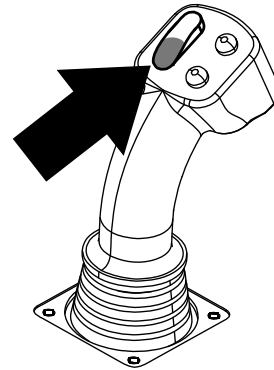
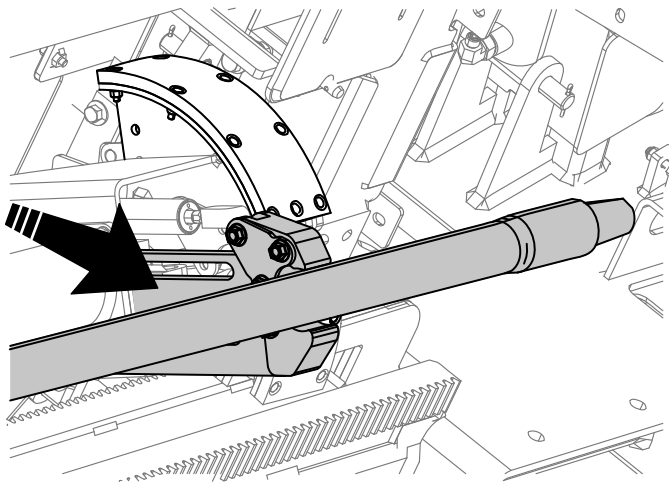

Figura 32
Figura 33
7. Mantenha premida a secção inferior do interruptor oscilador (Figura 32) até os braços se expandirem (Figura 33).